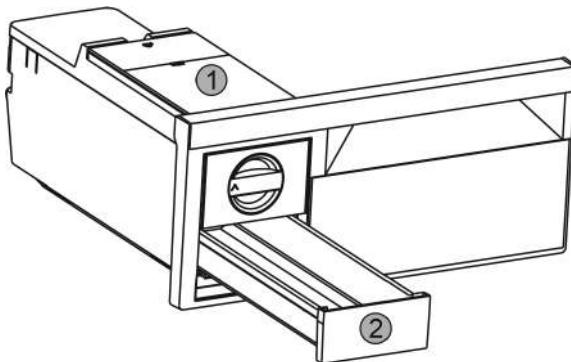

Fig. 38
- Зняти бак для води Fig. 38 (1) та висувний ящик для виробництва кубиків льоду Fig. 38 (2).